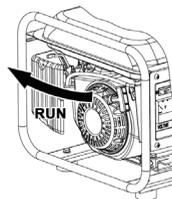

Рис. 10
6. После запуска переведите рычаг заслонки в положение «**Работа**» (Рис. 10)